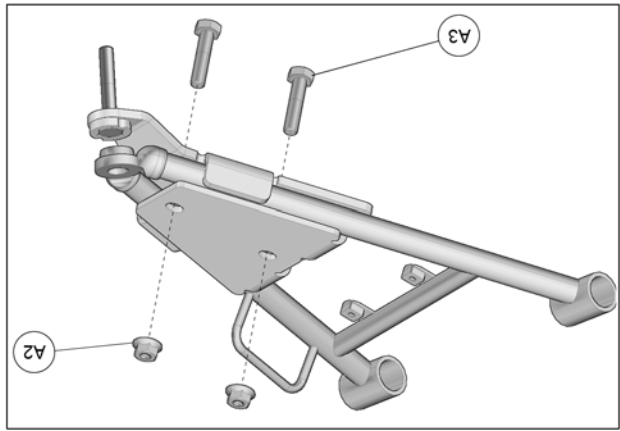

Fig. 18
6. Insérer les boulons M10x45mm (A3) par le dessous de l'ancrage. Assembler les deux parties avec les écrous (A4) fournis. Serrer l'assemblage à un couple de 50 N•m [37 lb•pi]. Voir la Fig. 18